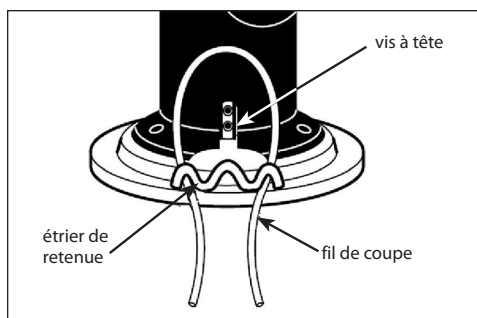

FIGURE 10 : Tirer un fil de coupe neuf.
3. Tirer d'abord les extrémités du fil de coupe neuf à travers les boucles extérieures. **VOIR FIGURE 10.**